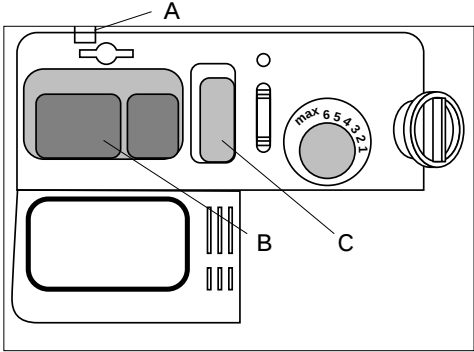

Abb. 6
- In der Tür neben dem Glanzmittelreservoir befindet sich auch das Reservoir für das Spülmittel (siehe Abb. 6).
- Öffnen Sie den Deckel des Reservoirs, indem Sie auf den Knopf (A) drücken.
- Füllen Sie das Reservoir (B) mit ca. 25 Gramm Spülmittel, befolgen Sie die Anweisungen des Spülmittelfabrikanten.